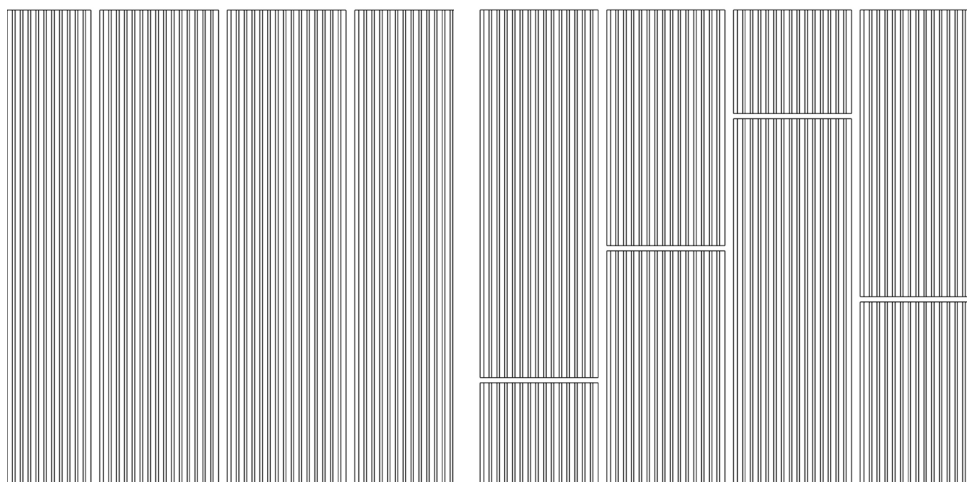

Figure 1. Installation des panneaux HARMONY FLEX (alignés ou en quinconce).
- Les panneaux HARMONY FLEX installés sur un mur peuvent être positionnés alignés ou en quinconce (**Fig 1**). Une installation au mur exige dans tous les cas un silence de 1/2po entre les bouts des panneaux. Pour l'installation au mur, la ligne visuelle est plus intéressante avec l'adoption d'un silence de 1/2po à l'horizontal. Tenez-en compte lors de la conception et de l'installation.